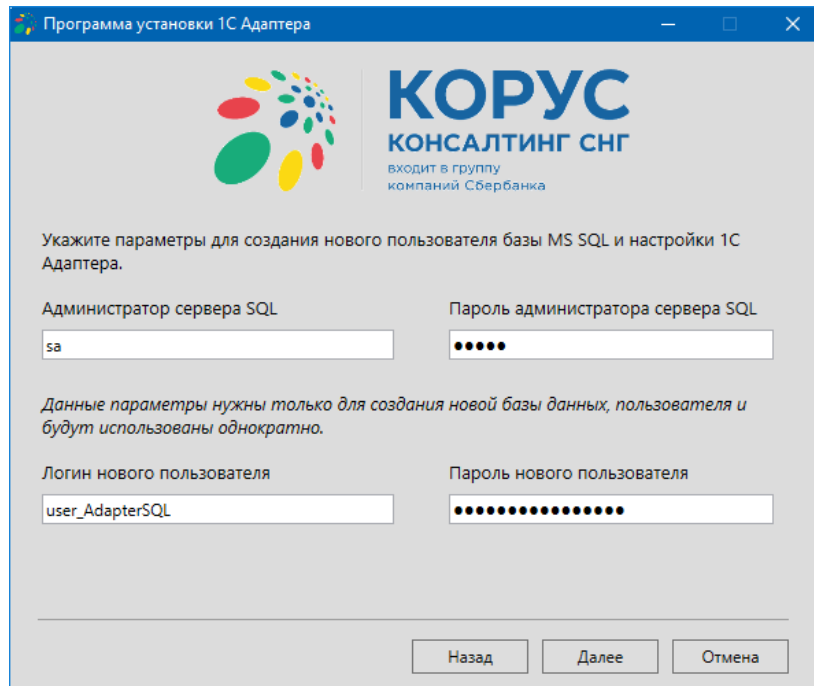

Рисунок 25 – Параметры для создания нового пользователя базы MS SQL
8.2.1.2. В следующем диалоговом окне необходимо указать логин и пароль администратора сервера SQL, эти данные будут использованы однократно при создании новой БД и пользователя для работы в ней (рис. 25).